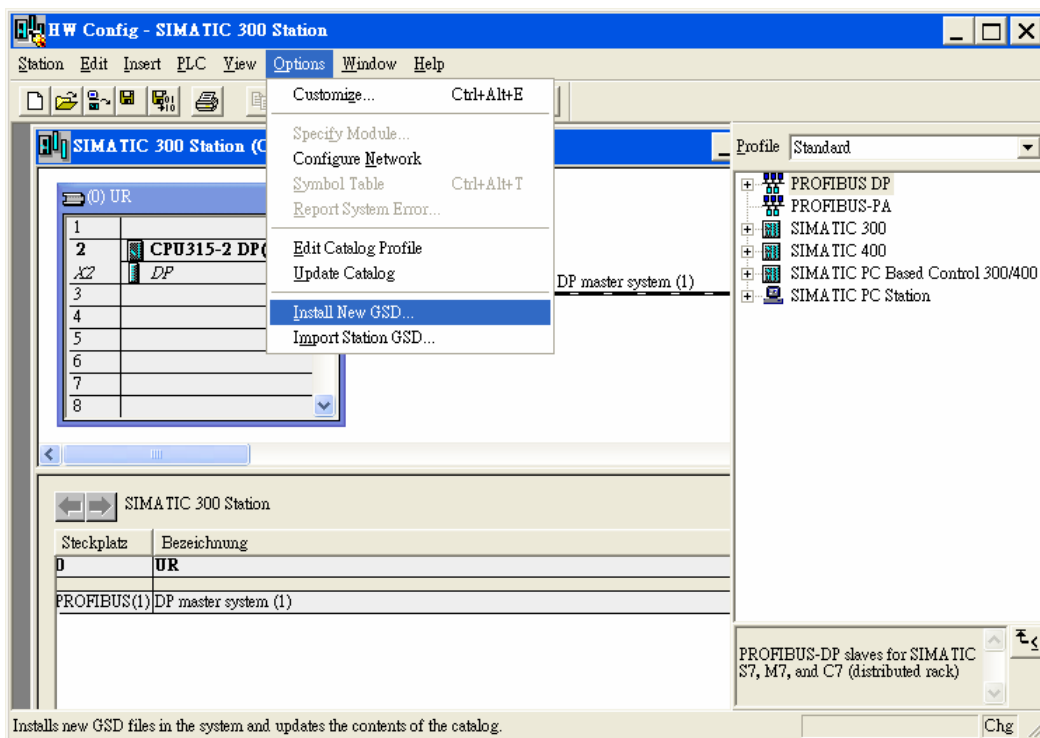

图 10-17
1. 在 HW Config 窗口中，选择“Options”>>“Install New GSD”，如图 10-17 所示。